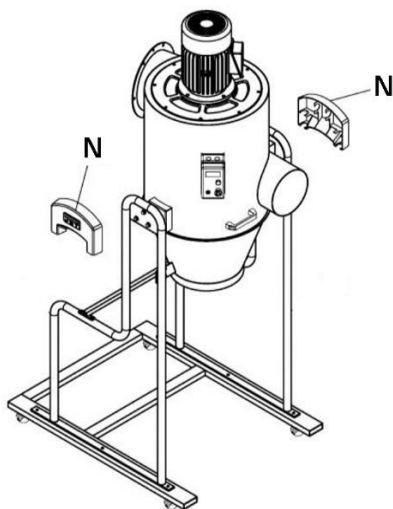

Figure 7
8. Installez le couvercle latéral (N) sur les montants gauche et droit. Voir la Figure 7.